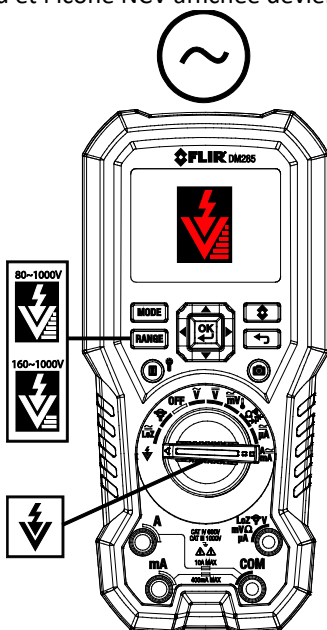

Fig. 9-2 Détecteur de tension sans contact
1. Réglez le sélecteur de fonction sur NCV . Voir la Fig. 9-2.
3. Utilisez la touche **RANGE** pour choisir entre les modes haute sensibilité (80 à 1000 V) et faible sensibilité (160 à 1000 V) (voir les icônes de sensibilité de la Fig. 9-2).